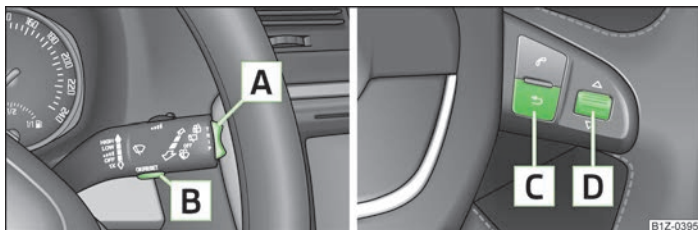

Fig. 6 Afișajul multifuncțional: Elemente de comandă de la maneta de acțiune a ștergătoarelor de parbriz / elemente de comandă de pe volanul multifuncțional
Comutarea memoriei se realizează de la tasta **B** » fig. 6 la pagina 13 de pe maneta de acționare a ștergătoarelor sau cu ajutorul roțiței de reglare **D** de pe volanul funcțional.
Tasta basculantă » fig. 6 și tasta se găsesc în maneta de acțiune a ștergătoarelor de parbriz. Comutarea și resetarea de la volanul multifuncțional are loc de la roțița .
» Apăsați repetat tasta » fig. 6, respectiv .
» Apăsați scurt pe tasta basculantă » fig. 6, în partea de sus sau în partea de jos. Astfel accesați consecutiv funcțiile individuale ale afișajului multifuncțional.
» Apăsați tasta » fig. 6.
» Apăsați prelung tasta » fig. 6, respectiv .
Următoarele valori ale memoriei selectate se aduc la zero cu tasta » fig. 6 resp. .
Dacă temperatura exterioară scade sub +4 °C, în fața temperaturii apare simbolul unui fulg de nea (avertizare pentru polei) și se emite un semnal acustic. După apăsarea tastei basculante » fig. 6 la pagina 13 resp. , se redă funcția care a fost afișată ultima dată.
Pe afișaj apare durata de deplasare de la ultima ștergere a memoriei. Dacă doriți să cronometrați timpul de deplasare de la un anumit moment înainte, trebuie să reseați memoria pe zero în acel moment, apăsând tasta » fig. 6 la pagina 13 respectiv pentru mai mult de 1 secundă.
Dacă se dorește determinarea consumului mediu de combustibil într-un anumit interval de timp, atunci trebuie adusă la zero memoria la începutul măsurării, cu ajutorul tastei **[B]** » fig. 6 la pagina 13. După ștergere, nu va apărea nicio valoare pe display la parcurgerea primilor 100.
Dacă se dorește măsurarea distanței de deplasare începând de la un anumit moment, atunci la acel moment memoria trebuie adusă la zero, prin apăsarea tastei **[B]** » fig. 6 la pagina 13 resp. **[D]**.
Pe afișaj este indicată viteza medie în km/h de la ultima ștergere a memoriei » pagina 12. Dacă se dorește măsurarea vitezei medii într-un anumit interval de timp, se va aduce la zero memoria la începutul măsurării, cu ajutorul tastei **[B]** » fig. 6 la pagina 13 resp. **[D]**.
» Selectați de la tasta **[A]** » fig. 6 la pagina 13 sau de la roțița **[D]** punctul de meniu
- Selectați de la tasta **A** » fig. 6 la pagina 13 sau de la roțița **D** punctul de meniu **Avertizare la depășirea vitezei**.